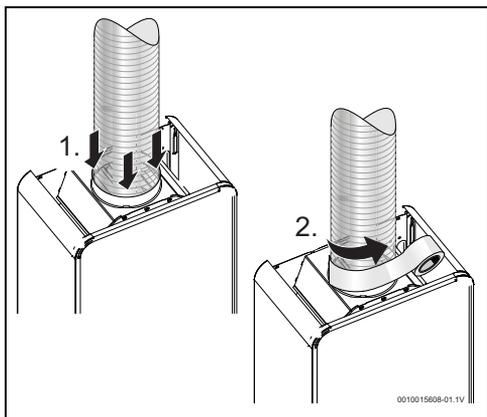

Fig. 12
- debe introducirse en el interior del anillo de la chimenea (\rightarrow dimensión del anillo en la Tab. 4), sin huecos, y apoyarse en las conexiones. Si hay huecos, la conexión debe sellarse con material adecuado (Fig. 12),